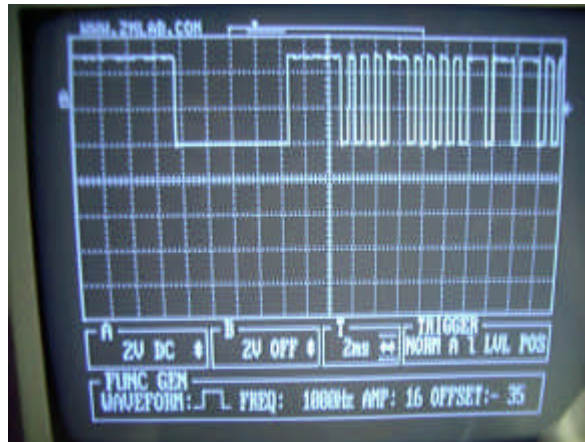

图 2
5. 按一下遥控器，这时示波器会捕捉到类似于图 2 所示的波形，并且只要您不重复按遥控器，波形将一直保持，您还可以调节水平位置观察整个波形。